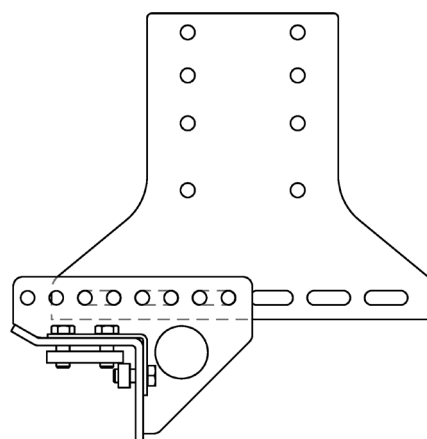

Bild 24. Montera fästets övre del på den nedre delen. Montaget ska täcka minst 6 hål av det nedre fästets hålråd.
8. Montera fästets övre del på den nedre delen. Montaget ska täcka minst 6 hål av det nedre fästets hålråd. Använd de fyra medföljande skruvarna M14x45. Montera utan att dra åt. Se Bild 24.